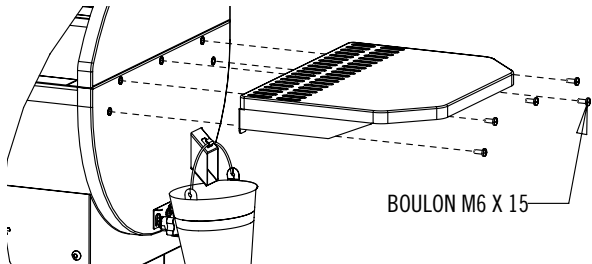

FIG. 8
1. Installer l'étagère comme illustré à la Fig 8.